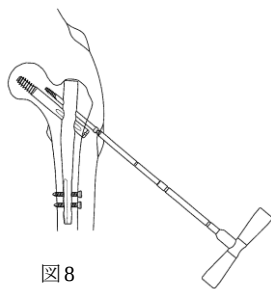

図8
- 1) エンドキャップの抜去後、抜去用エクストラスクリュー T レンチでエクストラスクリューを抜去します。（図8）